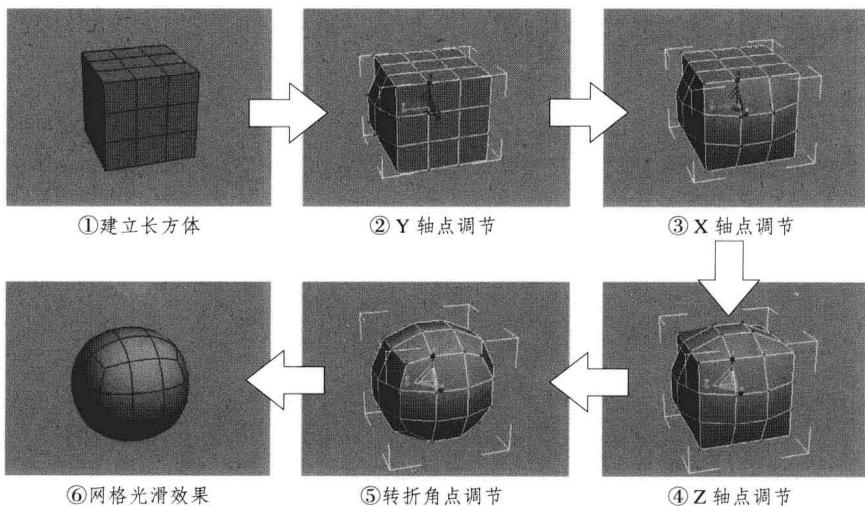

图3-12 球形光滑总流程（步骤）图
四、制作流程及技巧分析 制作本例时，建立一个立方体并切换至编辑多边形命令的点模式，然后分别对 X 轴、Y 轴和 Z 轴的顶点进行缩放，再对尖角的八个顶点进行缩放，在光滑后得到光滑的球形效果。本例分为 6 个制作总流程（步骤）：①建立长方体、② Y 轴点调节、③ X 轴点调节、④ Z 轴点调节、⑤转折角点调节、⑥网格光滑效果，见图 3-12。